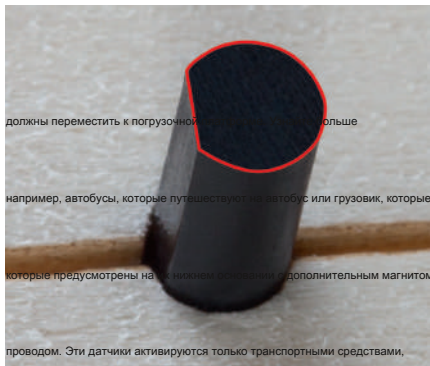

Рис. 23: расположение поверхности датчиков
**установка:** Датчики прерывать градиент контактного провода в правиле. Их диаметр и соответствующий диаметр отверстия составляет 3 мм. Крепление датчика к капельке клея в отверстие. Позиция в этом случае плоский край в противном случае круглой поверхности датчиков, поперечном к направлению движения (с. Рис. 23). Заполните контактный концы проводов с обеих сторон, чтобы непосредственно подойти к датчику.